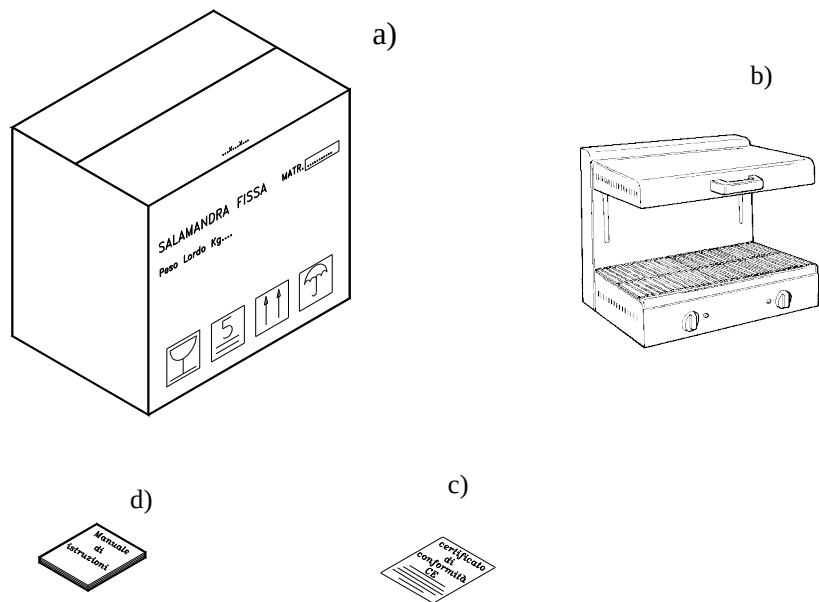

Рис. 3 – Описание комплекта поставки
3.1 – ОТПРАВКА ОБОРУДОВАНИЯ (см. Рис.3)
Если на упаковке нет видимых внешних повреждений, откройте ее и убедитесь, что все компоненты находятся внутри (см. Рис.3). Если посылка подверглась внешнему воздействию, ударам или падениям, перевозчик должен быть проинформирован о любых повреждениях; кроме того, подробный отчет о степени повреждения оборудования должен быть заполнен в течение трех дней с даты доставки, указанной в сопроводительных документах.